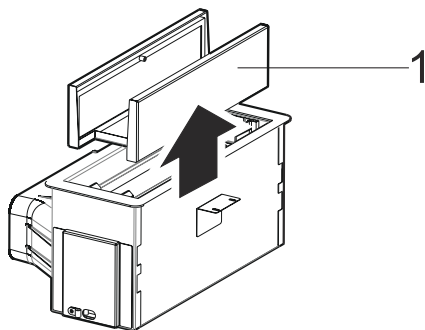

Fig. 4
2. ➤ Ta bort behållaren (Fig. 4).